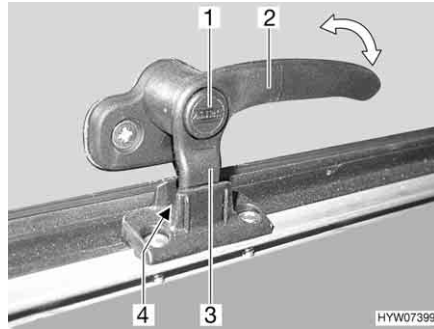
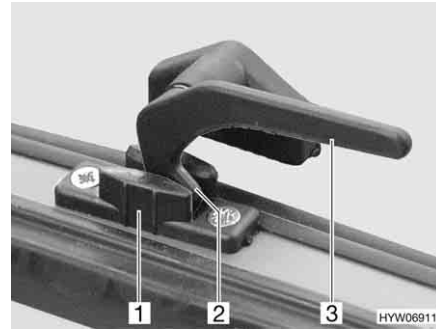

Fig. 105 Palanca de bloqueo con botón de seguridad en la posición de "ventilación continua"
Fig. 106 Palanca de bloqueo en la posición de "ventilación continua"
- En la posición "ventilación continua" (Fig. 105 y Fig. 106)
- Si existe, pulsar el botón de seguridad (Fig. 105,1) y mantenerlo pulsado.
- Girar todas las palanca de bloqueo (Fig. 105,2 ó Fig. 106,3) un cuarto de vuelta hacia el centro de la claraboya.
- Girar de nuevo hacia atrás las palancas de bloqueo. En esto, introducir el saliente de bloqueo (Fig. 105,3 ó Fig. 106,2) en el rebaje del bloqueo de la claraboya (Fig. 105,4 ó Fig. 106,1).